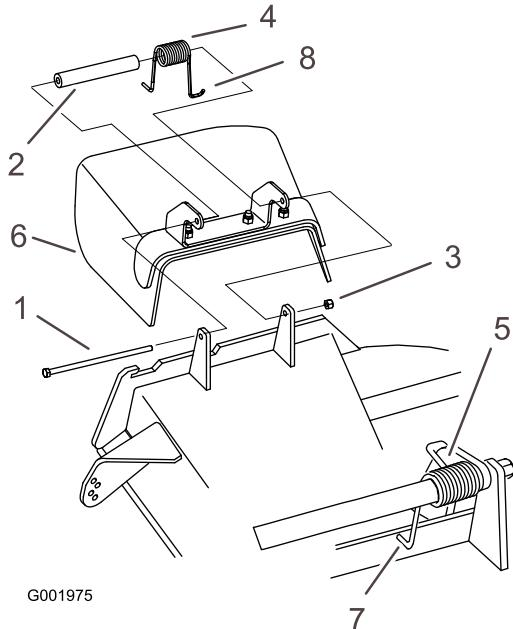

Figure 80
1. Retirez le contre-écrou, le boulon, le ressort et l'entretoise qui fixent le déflecteur aux supports de pivot (Figure 80). Enlevez le déflecteur s'il est endommagé ou usé.
Remarque: Prenez soin de placer une extrémité en J du ressort derrière le bord du tablier avant de mettre le boulon en place, comme illustré à la Figure 80.
3. Remettez le boulon et l'écrou. Accrochez l'extrémité en J du ressort au déflecteur d'herbe (Figure 80).